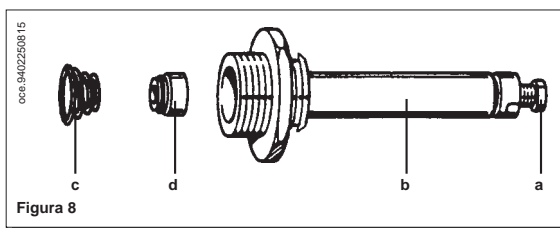

Figura 8
- sostituire la molla avendo cura di posizionarla correttamente (figura 8);
- avvitare a fondo, senza forzare, la vite nera (a) al canotto (b) (figura 8);
- aprire il rubinetto gas e ruotare la manopola (3) predisponendo la caldaia in posizione Estate (☀️);
- substituir el resorte asegurándose de que sea posicionado correctamente (figura 8);
- atornillar completamente, sin forzar, el tornillo negro (a) al manguito (b) (figura 8);
- abrir el grifo gas y hacer girar el botón (3) predisponiendo la caldera en posición Verano (☀️);
- svitare la vite nera (a) di figura 8 a pagina 22 fino a raggiungere il valore di pressione corrispondente alla potenza ridotta vedi tabella 1 a pagina 24.
- destornillar el tornillo negro (a) (figura 8 en página 22) hasta alcanzar el valor de presión correspondiente a la potencia reducida (véase tabla 1 en página 24);